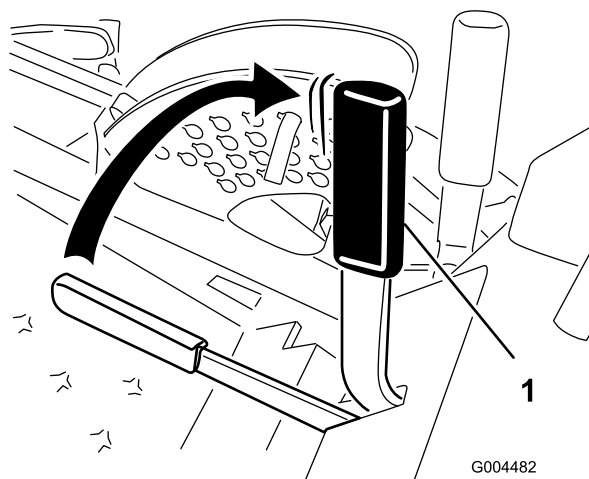

Bild 16
2. Ziehen Sie den Feststellbremshebel nach hinten und oben, um die Feststellbremse zu aktivieren (Bild 16). Der Feststellbremshebel muss fest in der aktivierten Stellung bleiben.
Drücken Sie den Feststellbremshebel nach vorne und unten, um die Feststellbremse zu lösen (Bild 16).